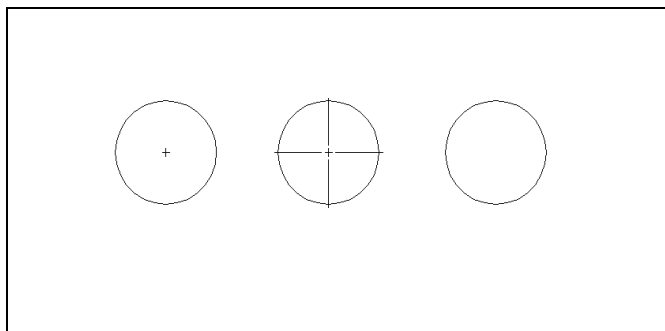

图 8-49 中心标注
(1) 中心标记。当该变量的值大于 0 时, 作中心标记, 且该值是中心标记线长度的一半, 如图 8-49 左图所示。
(2) 中心线。当变量的值小于 0 时, 画出中心线且该值是中心线在圆中心处十字线长度的一半, 如图 8-49 中图所示。
(3) 不做标注。当变量的值等于 0 时, 不画出中心线, 如图 8-49 右图所示。